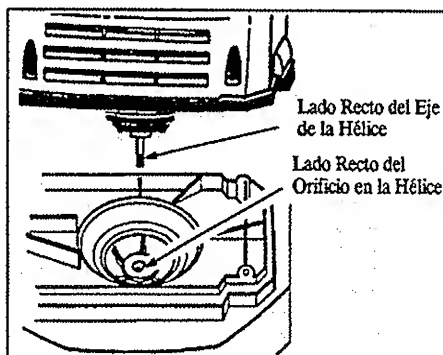

Figura 19
- Alinee el orificio en la hélice con el eje de la hélice con el eje de la hélice, asegurándose de que coincidan las superficies rectas de cada uno. Figura 19.